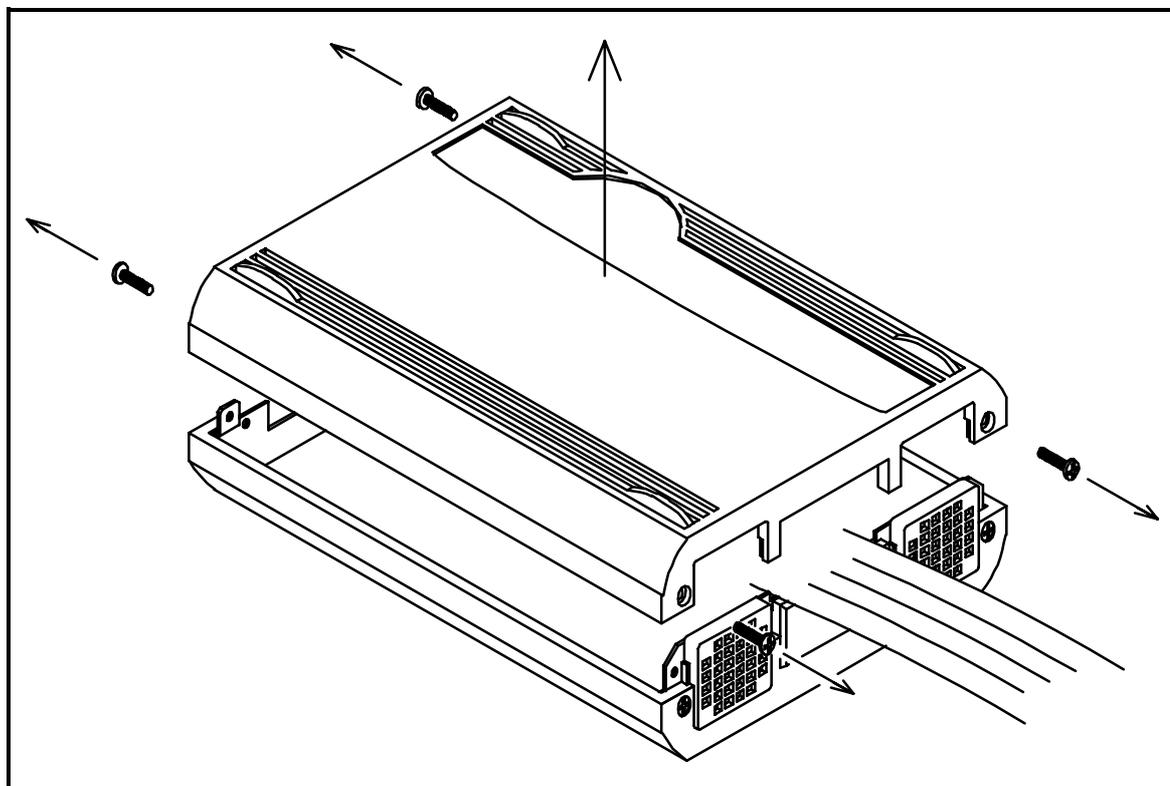

図 3.1 上カバーの取り外し
①本製品の両側面ネジ(4箇所)を外して、上カバーを取り外してください(図 3.1参照)。